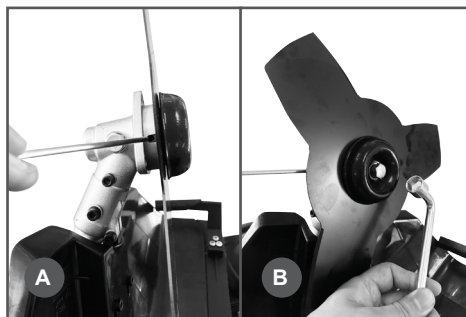

Рис. 9 Затягивание болта крепления ножа
4. Совместите отверстие в корпусе редуктора и защитной шайбе редуктора и вставьте в отверстие металлический стопор (Рис. 9А). Удерживая стопор, затяните болт крепления ножа (левая резьба) (Рис. 9В).